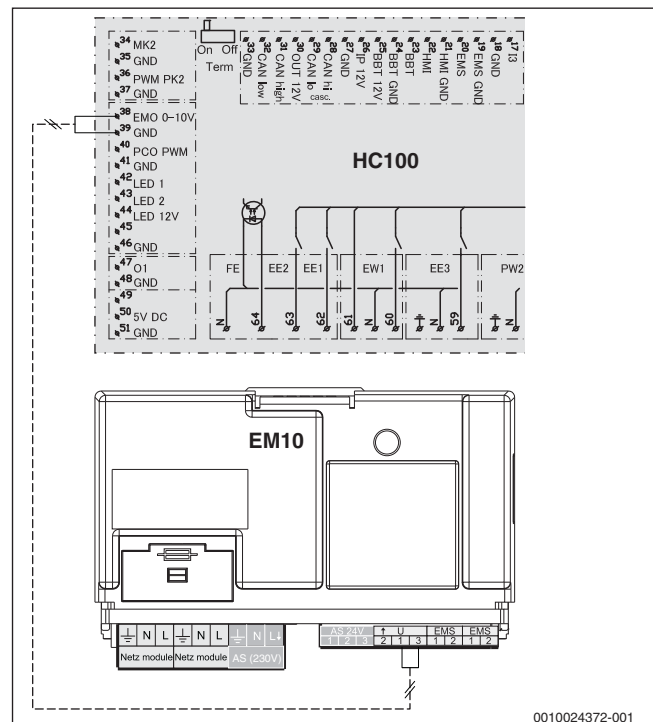

Bild 4 Schaltplan zur Anforderung über das Modul EM10
- **Leistungsanforderung** über das optionale Modul EM10 (→ Bild 4):